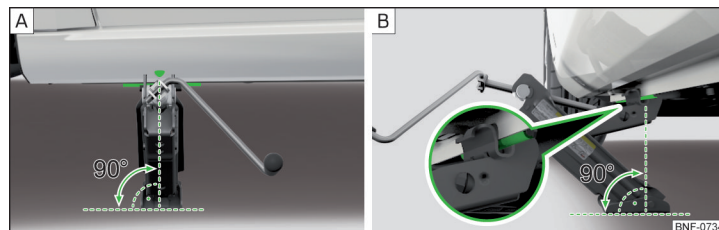

Fig. 123 Sådan sættes donkraften på.
- Sørg for, at donkraftens bundplade står på et lige underlag med hele fladen, så donkraften befinder sig i lodret position i forhold til løftekanten » Fig. 123 – [A].
- Drej donkraften så højt op med håndsvinget, at dens griber tager fat i kanten » Fig. 123 – [B].